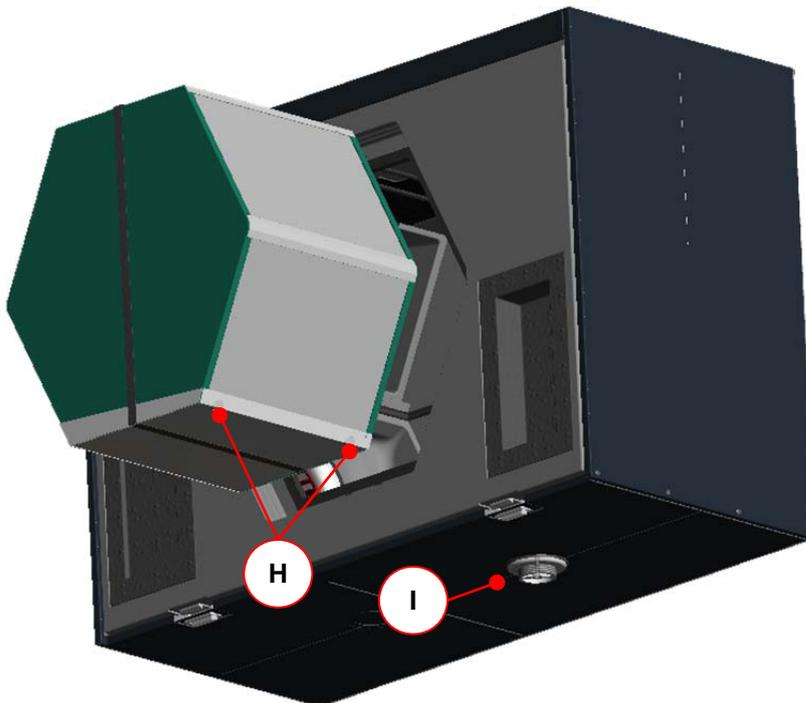

Abb. 41: Lage der Kondensatwanne beim Einschieben des Wärmetauschers
2. Setzen Sie den betreffenden Wärmetauscher-Typ unter Beachtung der Hinweise zur Abb. 41 ein, und führen Sie die Arbeitsschritte 9. bis 10. gemäß 3.7.1 durch.